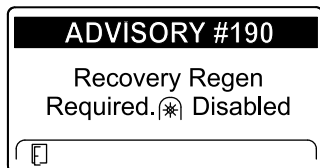

Figura 40
- Richiesta di rigenerazione di recupero – disabilitazione della presa di forza ADVISORY #190 (Figura 40)